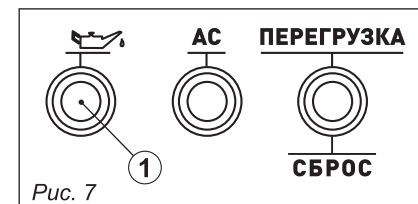

Рис. 7
Когда уровень масла падает ниже нормы, загорается индикатор масла ①, рис. 7, а затем двигатель автоматически останавливается. Двигатель не запустится до тех пор, пока не будет заправлено масло до нужного уровня (см. п. 5.2. «Заправка маслом»).